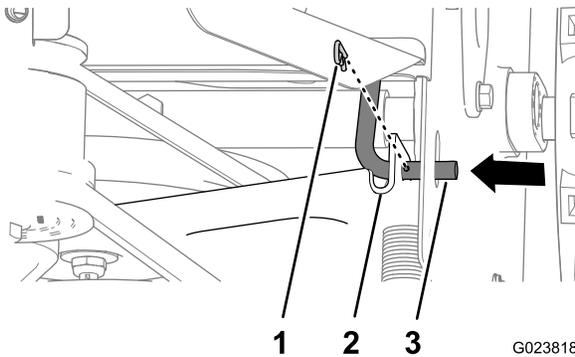

Figure 41
2. Retirez la goupille fendue de la tige de commande de déplacement (Figure 41).
3. Déposez la tige de commande de déplacement de son support en la déplaçant vers l'intérieur (Figure 41).
5. Déplacez le support de commande de déplacement en arrière et alignez le trou du support sur la tige de commande de déplacement (Figure 41).
6. Glissez la tige à travers le support et fixez-la avec la goupille fendue (Figure 41).